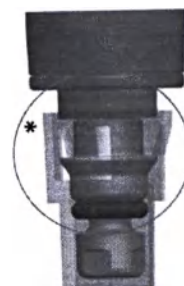

Рис.1
1. Для установки наконечника необходимо вставить посадочный конус дозатора в наконечник ClipTip, установленный в штативе, и приложить небольшое усилие для его фиксации. Слабый щелчок свидетельствует о фиксации наконечника. Фиксация произойдет после защелкивания зажимов \* (рисунок 1) на наконечнике.